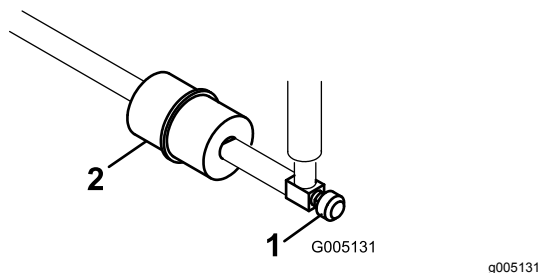

Bild 32
Der Kraftstofffilter befindet sich in der Kraftstoffleitung zwischen dem Tank und dem Vergaser (Bild 32).
1. Schließen Sie den Kraftstoffhahn (Bild 32).
2. Legen Sie eine Ablaufwanne unter den Filter, lockern die Schlauchklemme an der Vergaserseite des Filters und ziehen die Kraftstoffleitung vom Filter ab (Bild 32).
3. Lösen Sie die andere Schlauchklemme und entfernen den Filter (Bild 32).